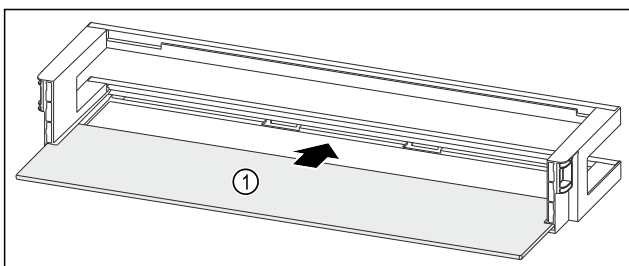

Fig. 90 Balconcino controporta con ripiano
- Inserire il ripiano Fig. 90 (1) negli incavi laterali.